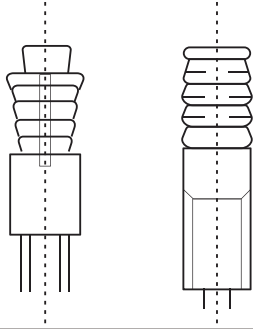

Figura 3.2
- Determine la ubicación en el techo de la sala o el techo del edificio para el montaje, y perfore cuatro orificios de $\Phi 12\text{mm} \times 50\text{-}55\text{mm}$. A continuación, incruste y coloque los anclajes del gancho de expansión (accesorio comprado 4) en estos orificios. Véase Figura 3.2.